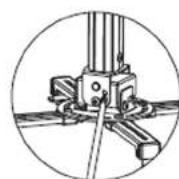

figure 13
2. Désérrez les vis de fixation (droite et gauche) de la tête pivotante afin d'ajuster l'inclinaison de côté. Utilisez un tournevis pour un réglage plus précis de l'inclinaison (figure 13).